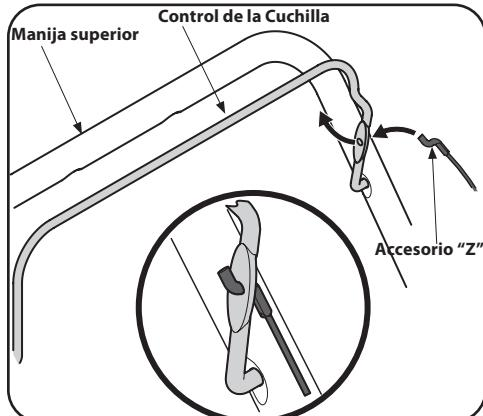

Figura 2-2
- Enganche el extremo "Z" del cable de frenado en la manija, desde el exterior hacia el interior. Vea Figura 2-2.